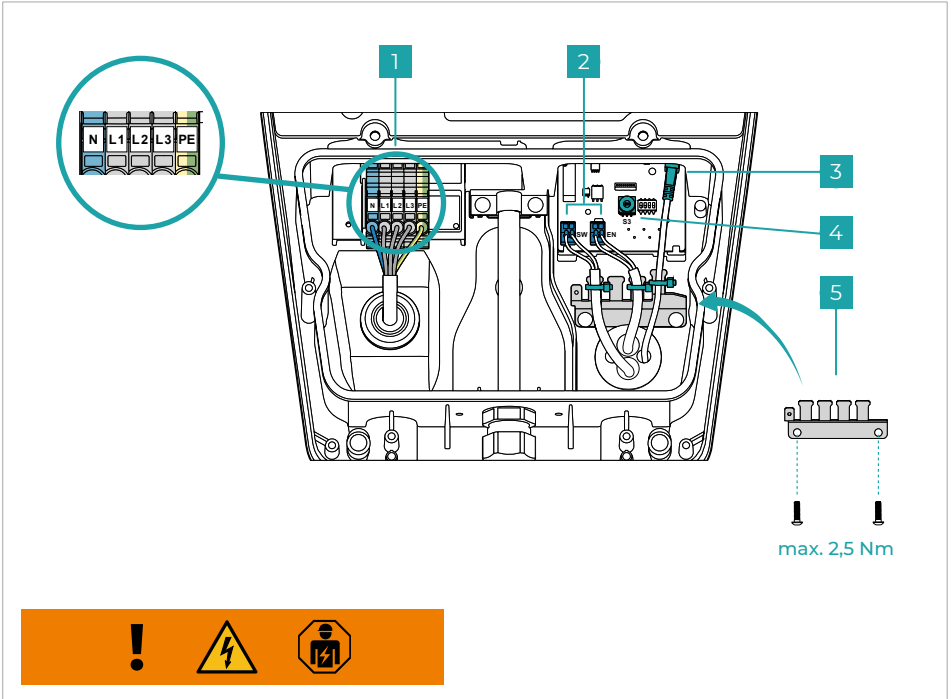
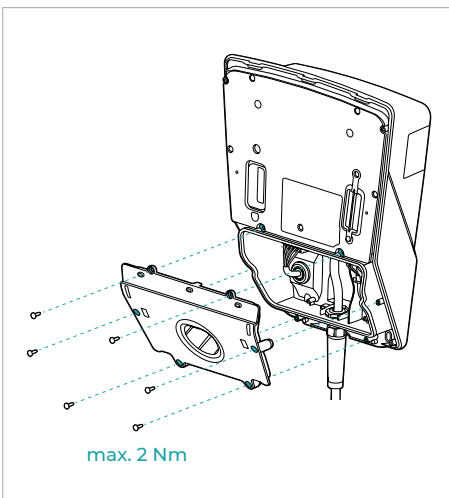

Abb. 6
Abb. 7
Optional kann eine externe Sperreinrichtung (z. B. Schlüsselschalter) an der internen Schnittstelle angeschlossen werden (**Abb. 6 - Nr. 2 - EN Schnittstelle**). Wenn eine externe Sperreinrichtung angeschlossen ist, wird der Ladevorgang erst gestartet, wenn diese externe Sperreinrichtung die Freigabe dafür gibt. Optional kann das Ladesystem durch die App oder RFID-Authentifizierung gegen unbefugte Nutzung gesichert werden.
- Bereiten Sie die Netzanschlussleitung entsprechend vor ( $\varnothing$  10 - 20 mm // max. 5\*6 mm2) und verbinden Sie diese wie unter **Abb. 6 - Nr. 1** dargestellt. In der Darstellung wird der Netzanschluss über drei Phasen dargestellt. Um das Ladesystem über eine Phase am Netz anzuschließen, nutzen Sie N, L1 und PE.
- Konfigurieren Sie den maximalen Ladestrom von 6 A bis 16 A mithilfe des Drehschalters S3, wie unter **Abb. 6 - Nr. 4** dargestellt.
- Optional: Bereiten Sie die Datenleitungen (Digital-In (EN) / Out (SW) und LAN) vor und verbinden Sie diese wie unter **Abb. 6 - Nr. 2 & 3** dargestellt. Für das Verbinden einer externen Sperreinrichtung über Digital-IN entfernen Sie vorab die Kabelbrücke.
Bringen Sie wie unter **Abb. 6 - Nr. 5** die Zugentlastung an und fixieren Sie die Datenleitungen mit Kabelbindern. Montieren Sie wie in **Abb. 7** dargestellt die untere Abdeckung des Ladesystems.